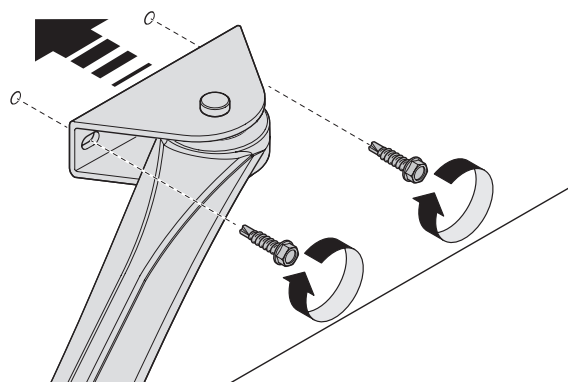

Fig. 11
03. Fijar el soporte a la parte sólida de la hoja de la cancela **fig.11**.